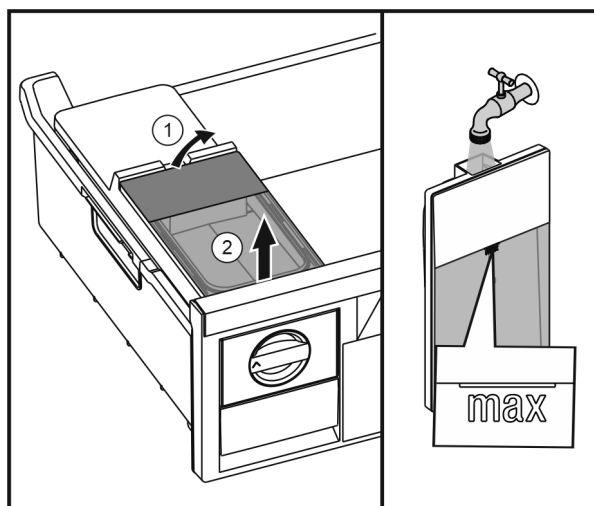

Fig. 26
- ▶ Zvedněte vzadu nádržku na vodu Fig. 26 (1) a poté ji vyjměte směrem nahoru Fig. 26 (2).